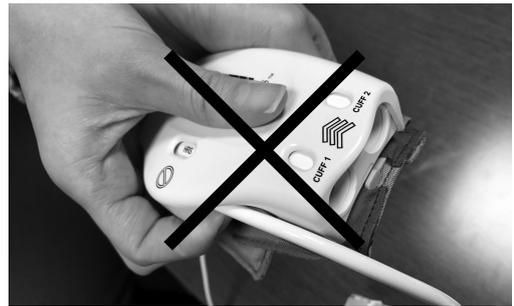

Figure 8 ■ Figure 8 ■ Abbildung 8 ■ Figura 8 ■ Figura 8 ■ Afbeelding 8
■ Figur 8 ■ Figur 8 ■ Εικόνα 8 ■ Figura 8 ■ Obrázek 8 ■ 8. ábra ■ Rysunek 8
■ 8. attēls. ■ Şekil 8 ■ Рис. 8 ■ Slika 8 ■ Slika 8